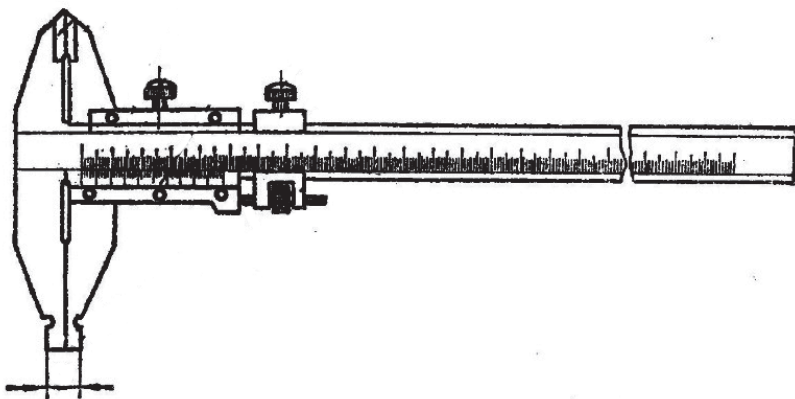

图2-13 游标卡尺
(2) 游标卡尺 (见图2-13): 游标卡尺是铣工常用的量具, 它能测量零件的长度、宽度、高度, 外径、内径, 阶台或沟槽的深度。